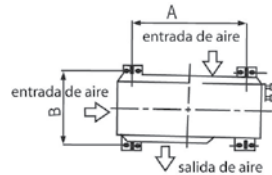

Ilustración 43
- Si se precisa un soporte para la instalación, el soporte debe estar de acuerdo con el diagrama de instalación. (Ilustración 43) La pared de la instalación debe ser de ladrillo sólido, concreto o de algún material similar, de no ser así se deben tomar las medidas necesarias para reforzar el soporte. La conexión entre el soporte y la pared y entre el soporte y el acondicionador de aire deben ser firmes, estables y confiables.